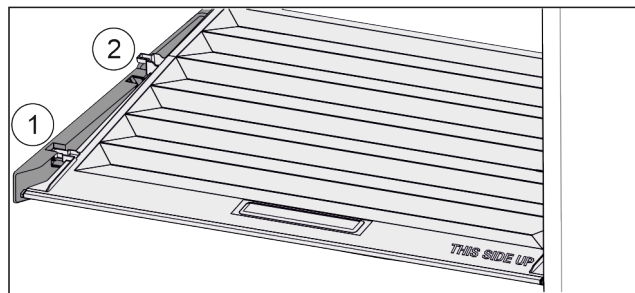

Fig. 94
- ▶ Pokrywę pociągnąć do przodu Fig. 94 (1), aż otworzy się w elementach trzymających.
- ▶ Podnieść tył od dołu i w wyjąć Fig. 94 (2) go do góry.